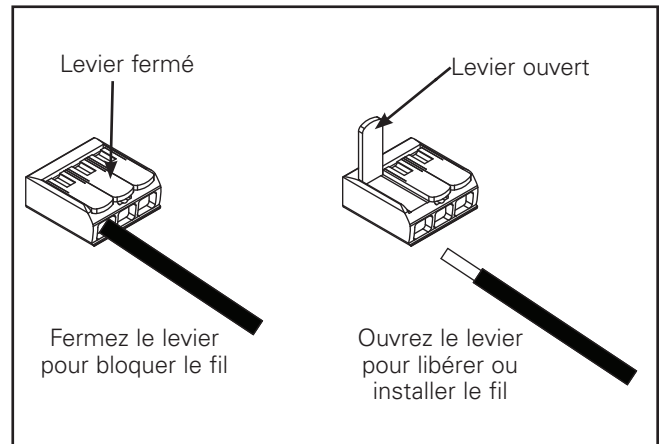

Figure 9
5. Soulevez la languette orange sur le capuchon de connexion pour libérer le fil et fermez pour bloquer le fil en place. (Figure 9).